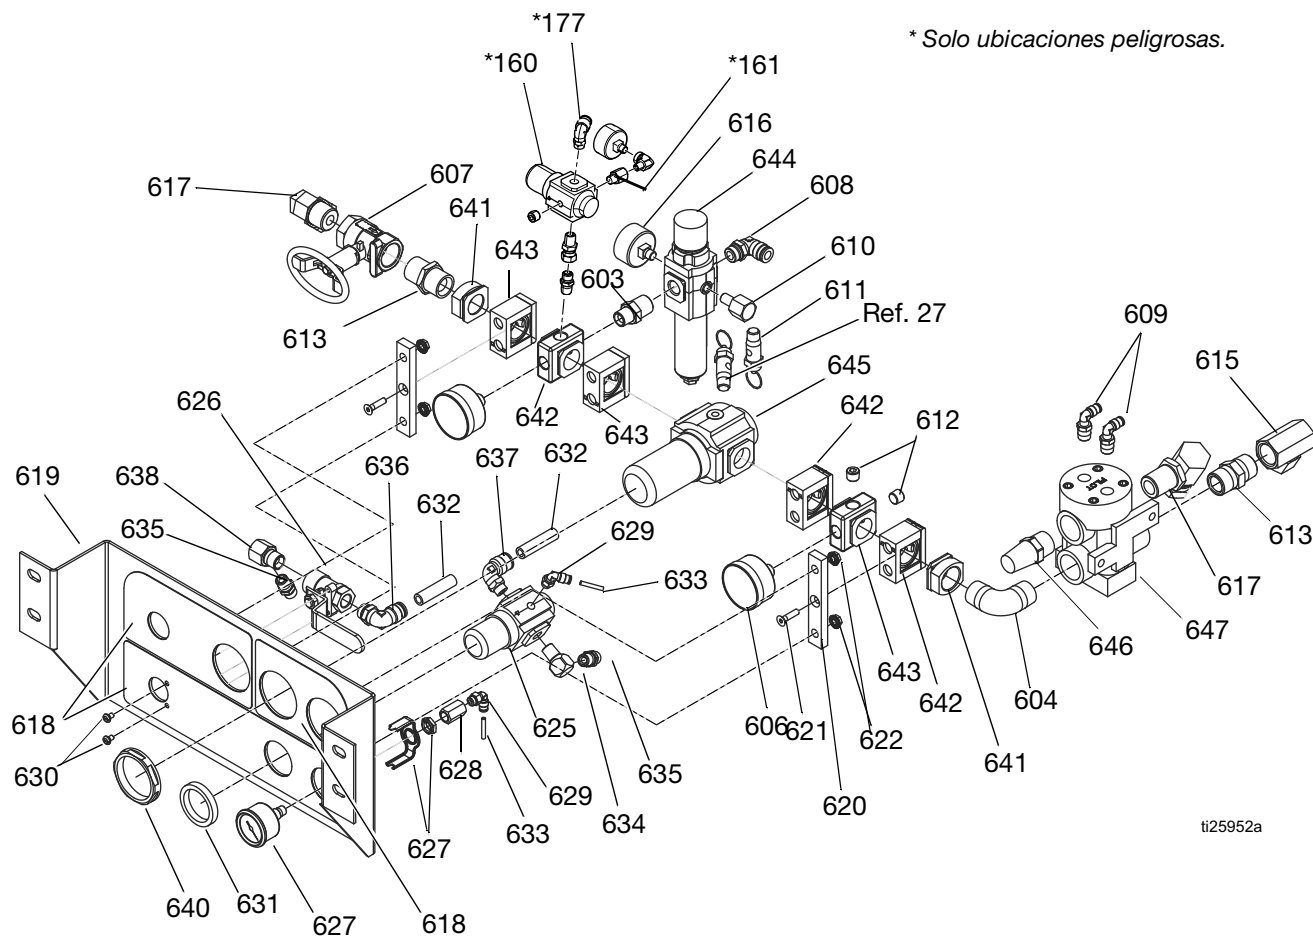

Fig. 5: Conjunto de control de aire (18)
3. Quite las cuatro tuercas (17) de la parte delantera de los controles de aire (18). Consulte la FIG. 5, página 24.
4. Saque el conjunto (18).
1. **Desmontaje del conjunto de control de aire (18)**
2. Retire dos tuercas (630) de la parte delantera de el soporte del control de aire (619). Consulte la FIG. 5, página 24.
3. Desconecte la línea de aire (632) que va hasta el conjunto de la válvula de bola (626).
2. Retire la tuerca del regulador (631) y desconecte las líneas de aire (632, 633) que van hasta el regulador (625). Vea la FIG. 5 en la página 24.
2. Retire la tuerca del regulador y desconecte la línea de aire del sistema. Consulte la FIG. 5, página 24.
3. Retire los tornillos de las abrazaderas rápidas y abra las abrazaderas (642) de la bisagra.
4. Retire el conjunto del regulador (645) y sustitúyalo con uno nuevo.